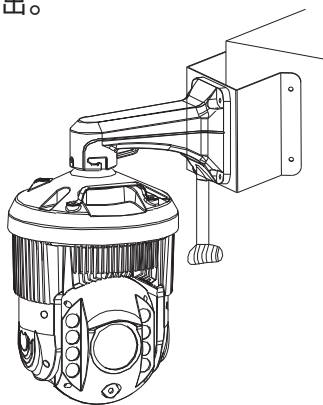

图2.8
(1) 如图2.8所示，将线束归拢至支架内，之后将支架用4个M6的螺钉固定在支架配件上，使用 $\phi 6$ 平垫、弹垫和螺母锁紧。